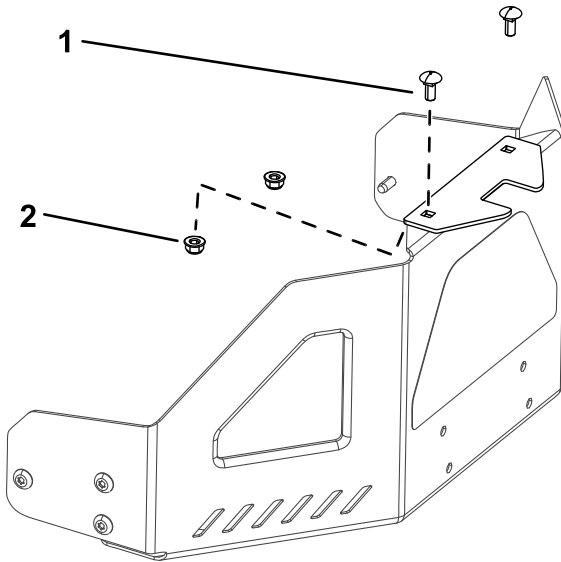

Figura 5
1. Montirajte podupirač za stabilizaciju na štitnik motora pomoću 2 zavrtnja sa poluokruglom kapom (5/16 × 3/4") i 2 kontranavrtke (5/16") (Figura 5).